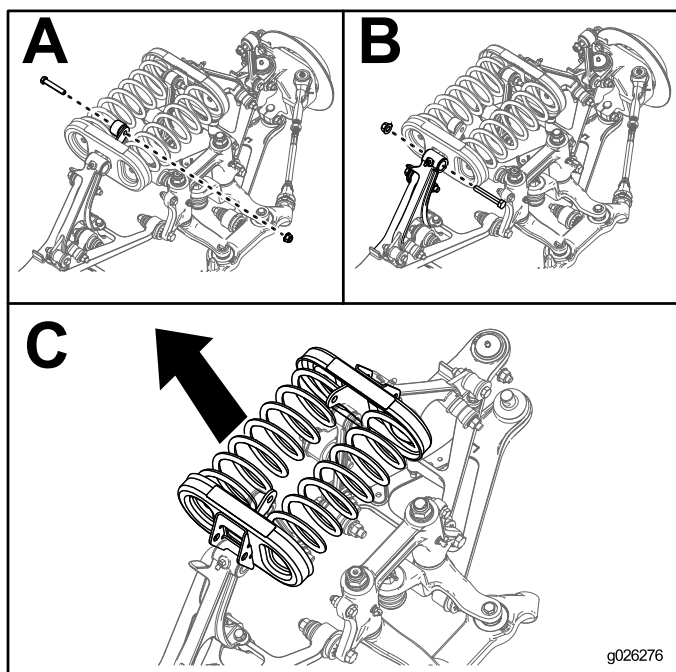

Рисунок 20
5. Удалите болты и гайки с конца каждой стойки стабилизатора, как показано на Рисунок 20; (А).
6. Удалите болты и гайки, крепящие рычаги управления к опорам пружины, как показано на Рисунок 20; (В).
7. Извлеките из машины опоры пружин и пружины, как показано на Рисунок 20; (С).